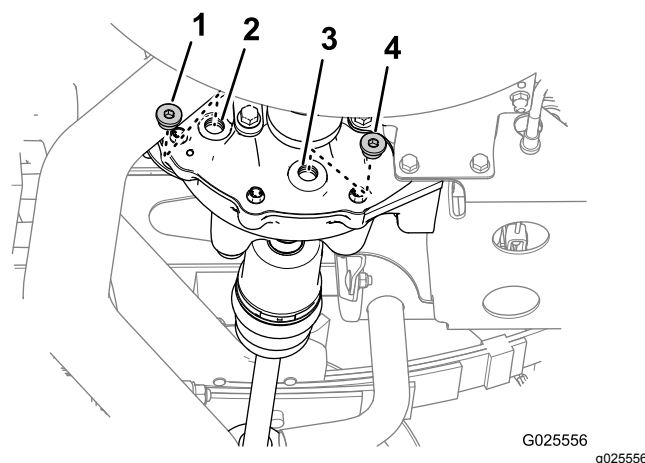

Figura 65
1. Coloque un recipiente debajo del tapón de vaciado (Figura 65).
2. Retire el tapón de llenado del orificio de llenado, y retire el tapón de vaciado del orificio de vaciado del diferencial (Figura 65).
4. Instale el tapón de vaciado en el orificio de vaciado (Figura 65) y apriete el tapón a entre 14 y 19 N·m.
5. Añada 550 ml de aceite del tipo especificado en el orificio de llenado del diferencial (Figura 65).
6. Instale el tapón de llenado en el orificio de llenado (Figura 65) y apriete el tapón a entre 14 y 19 N·m.